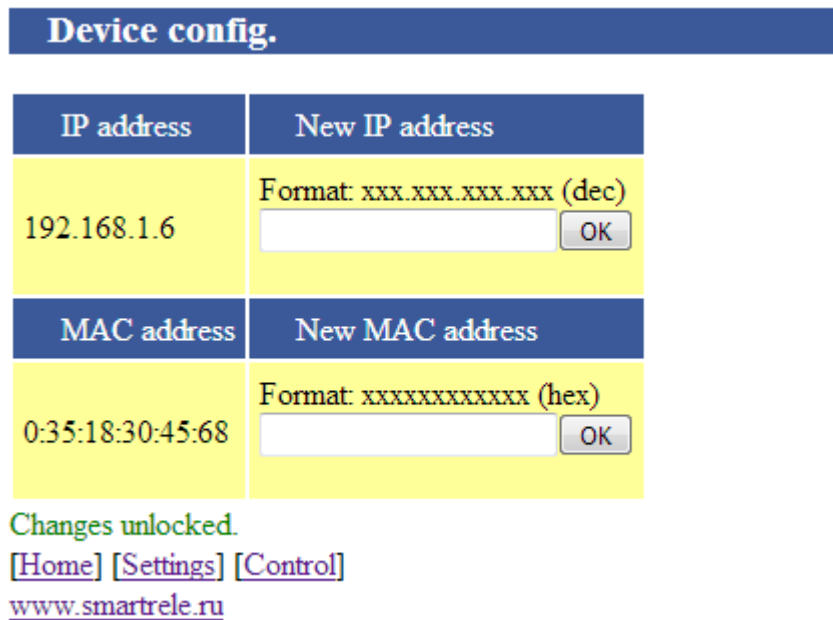

Рисунок 3 – страница “Device config”
9.7 На странице “DEVICE CONFIG” отображаются текущие IP и MAC адреса , а также расположены поля ввода для изменения адресов (рис.3).